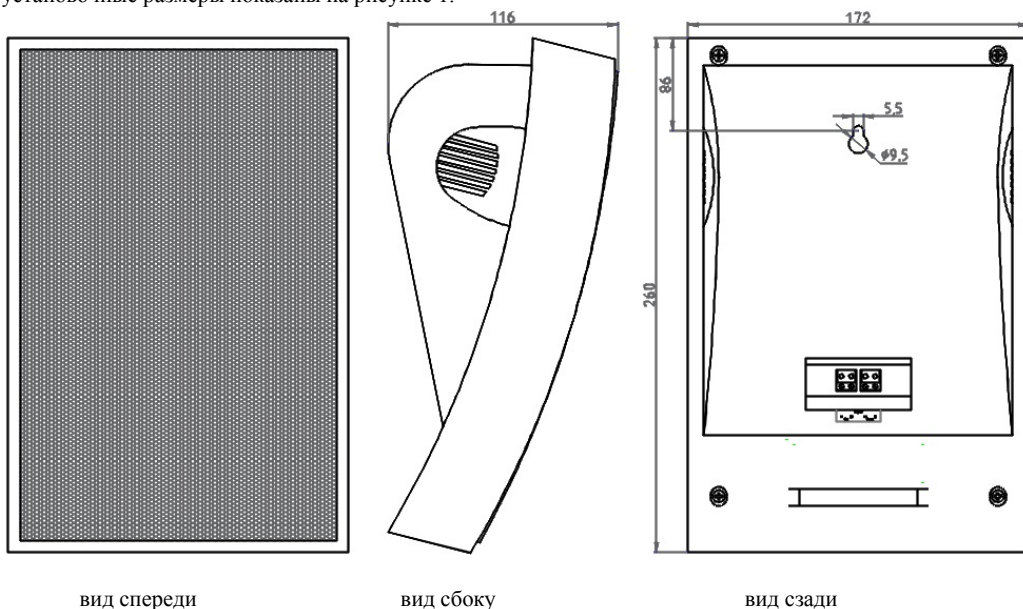

Рис. 1. Внешний вид, габаритные и установочные размеры оповещателя
Габаритные размеры, мм	см. рисунок 1
- согласно установочным размерам (см. рисунок 1) просверлить в стене отверстие, вставить в него дюбель и вкрутить шуруп;